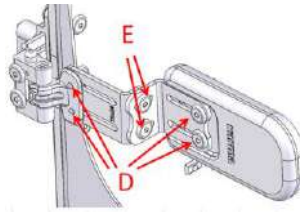

Figura 5-130
- Use una llave Allen número 4 para aflojar los tornillos D. El soporte lateral se podrá ajustar hacia delante/atrás. Use una llave Allen número 4 para aflojar los tornillos E. El soporte de tronco podrá moverse hacia la derecha/izquierda. (Figura 5-130).